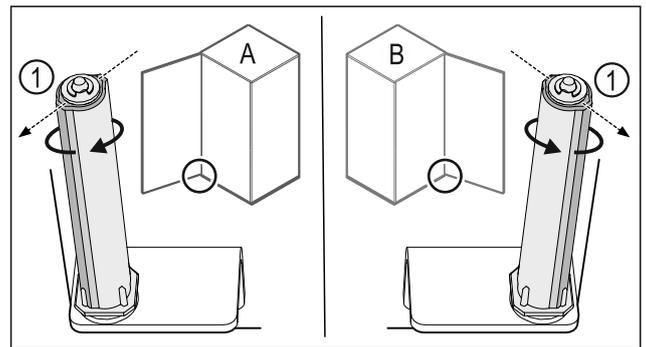

Fig. 44 Levo omejilo (A) / desno omejilo (B)
- ▶ Obrnite zaporni sistem proti uporu, dokler ni mostiček zapornega sistema Fig. 44 (1) obrnjen navzven.